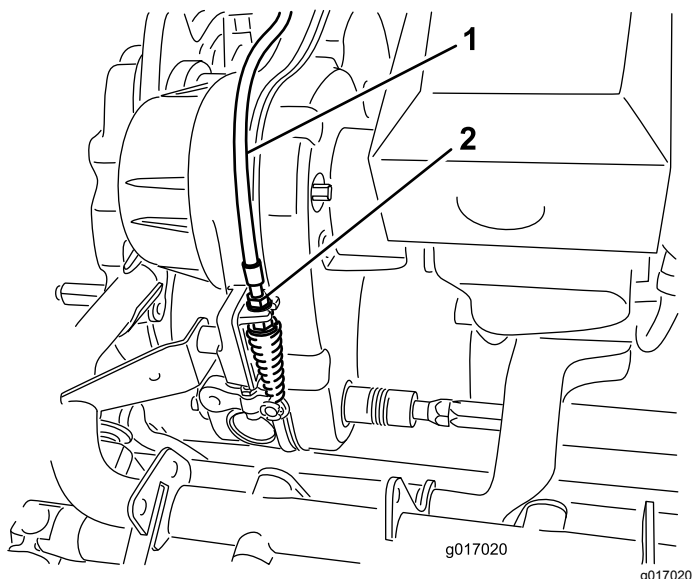

Figura 49
2. Sulla paratia di trasmissione, regolate il cavo di comando del cilindro (Figura 49) in modo da raggiungere la lunghezza della molla di 70,6 - 72,4 mm.